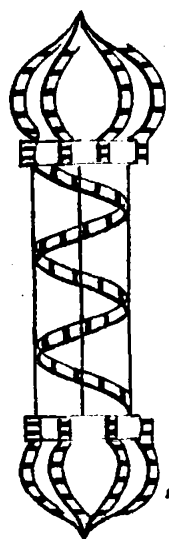

Fig. 83.
- S'intende che questi pezzi hanno, per lo più in basso, uno o più cerchi guerniti di fontane per farli girare. Queste fontane si caricano a polvere e carbone leggero, appunto per non offuscare il fuoco delle lance (fig. 83, 84, 85).